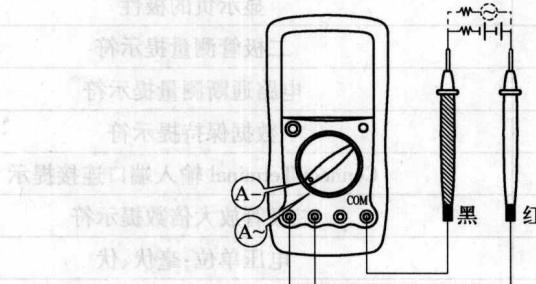

图 1-6
- (2) 交流电压测量: 操作方法类同于直流电压测量。
- (3) 直流电流测量: 直流电流测量的连接方法如图 1-6 所示。